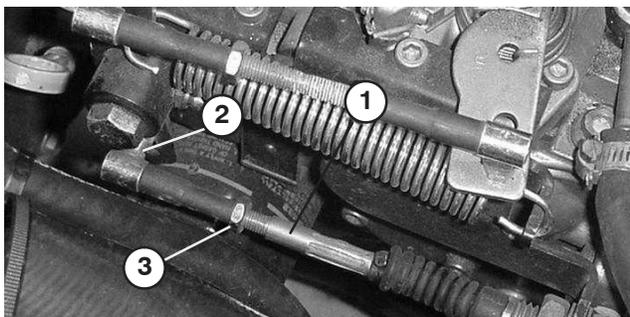
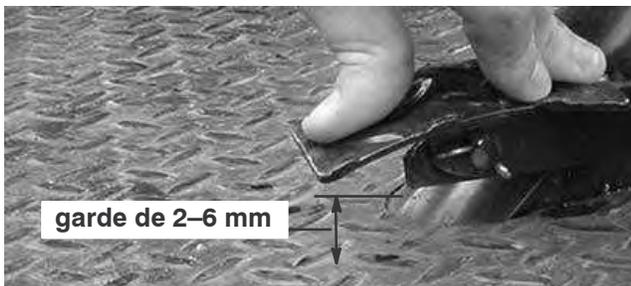

Figure 53
Figure 54
2. Réglez la rotule sur le câble d'accélérateur (Fig. 53) pour obtenir une garde de 2 à 6 mm entre la pédale d'accélérateur et le haut du plancher quadrillé (Fig. 54), lorsqu'une force de 110 N est appliquée au centre de la pédale. Serrez le contre-écrou.